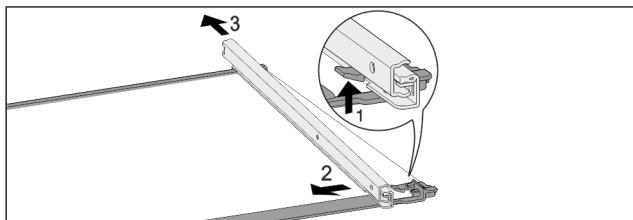

Fig. 125 Staklena ploča s vodilicama
- Prednji uskočnik pritisnite prema gore. Fig. 125 (1)
- Izvlačnu vodilicu povucite u stranu Fig. 125 (2) i prema natrag Fig. 125 (3).